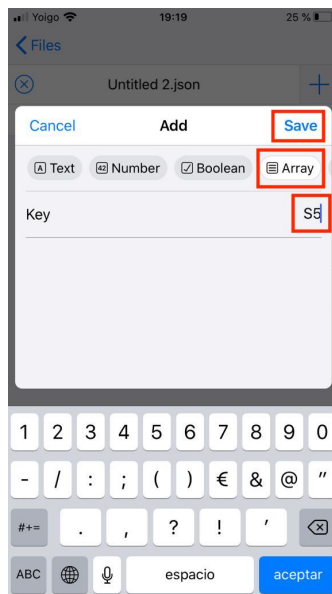

Figura 22. Creación de una clave del JSON para una pulsación corta en el pulsador A.
3. Seleccione que el tipo de la entrada sea “Array” y añada la clave teniendo en cuenta el tipo de pulsación (S para corta, L para larga y D para doble) y el pulsador (del 0 al 9). En el ejemplo de la Figura 22 se introduce el ejemplo anterior de la pulsación corta en el pulsador A (S5) y canal 3 para realizar un Cambio de Programa al 27.